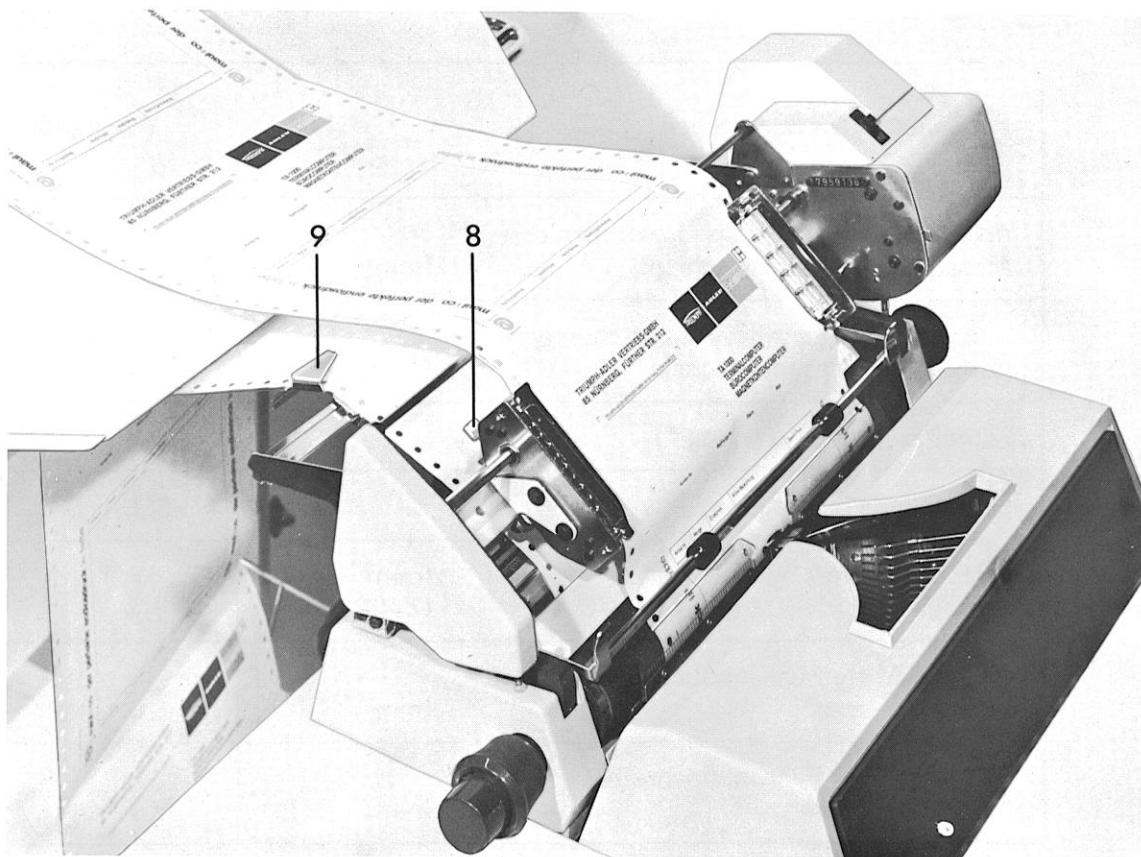
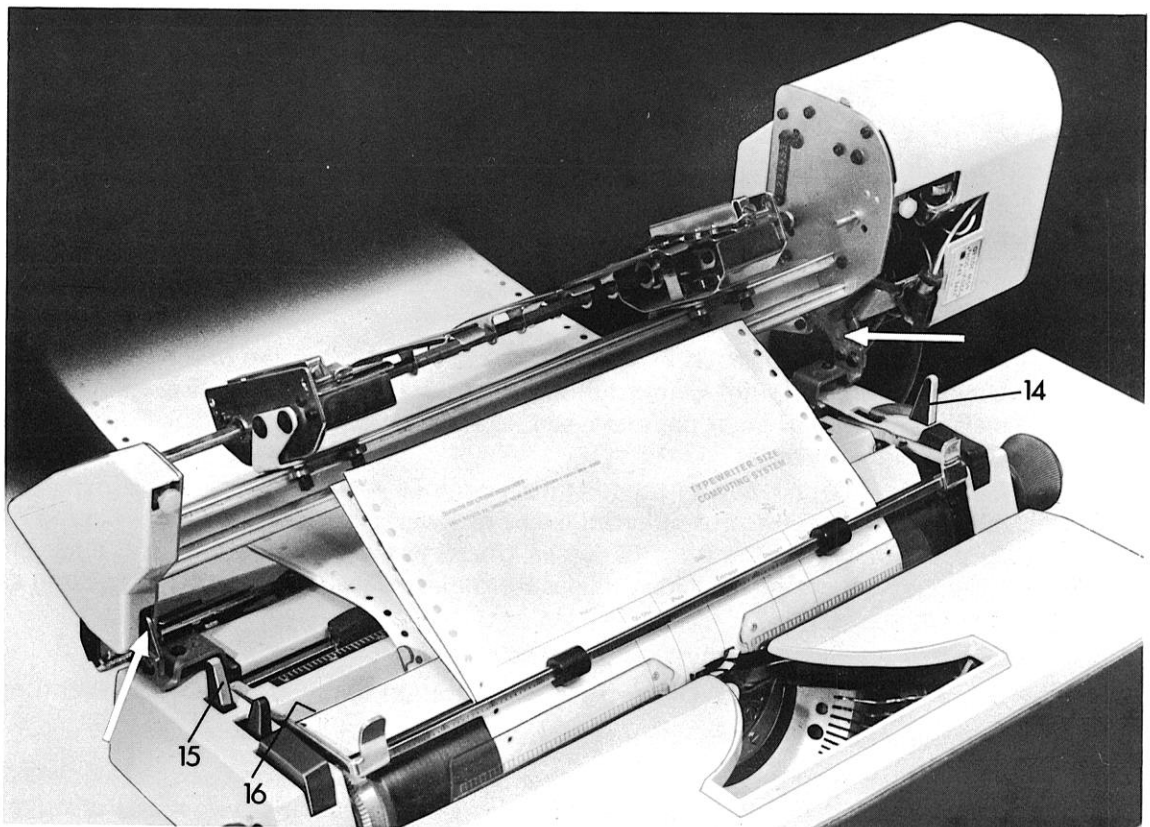

Abb. 9 Verarbeitung eines Endlosformulars in der EF
Abb. 11 Einführen eines Formulars
Es ist der **Transport** und die **Beschriftung** zweier **Formulararten** auf der Maschine möglich. **Entweder** als **Endlosformular** über den Stachelbandantrieb der EF (siehe Abb. 9) **oder** als **Einzelformular** (Journal) über die Schreibwalze, wobei dann die EF abgenommen werden kann.
- 8) Rändelknopf (Traktoren-Verstellung) (s. Abb. 9)
- 9) Verstellbare Papierhalter (s. Abb. 9)
- 14) Papierlöser (auch Abb. 11)
- 15) Walzenlöser (s. Abb. 11)
- 16) Papierführungsschacht (s. Abb. 11)
- EF-Einrichtung in Schräglage (siehe Abb. 11) in die vorgesehenen Lagerpunkte (Pfeile) einsetzen.
Rändelknopf (8) Abb. 9
Papierhalter (9) Abb. 9
Papierlöser (14) Abb. 11
Walzenlöser (15) Abb. 11
Papierführungsschacht (16) Abb. 11
- Den Anfang des Endlosformulars über die Papierhalter (9) Abb. 9 legen und in Richtung Schreibwalze (Papierführungsschacht (16) Abb. 11) schieben.
- **Papierlöser (14) Abb. 11 und Walzenlöser (15) Abb. 11 betätigen, damit das Formular freien Durchlauf hat.**
- Rändelknöpfe (8) Abb. 9 lösen.
- Rändelknöpfe (8) Abb. 9 festziehen, wobei das Formular glatt, jedoch nicht gespannt zwischen den Traktoren liegen soll.
- Halteschrauben unter den Papierhaltern (9) Abb. 9 lösen.